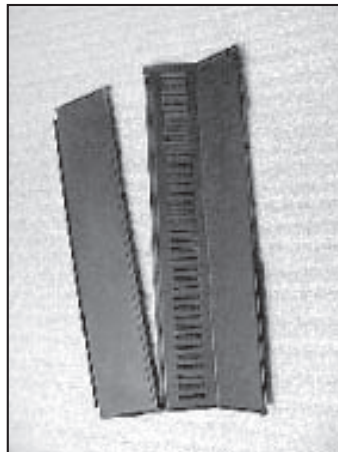

Figure 26.2
3. Placez le grand trou dans la partie inférieure du rideau latéral par dessus la vis installée à la **Figure 26.2**.